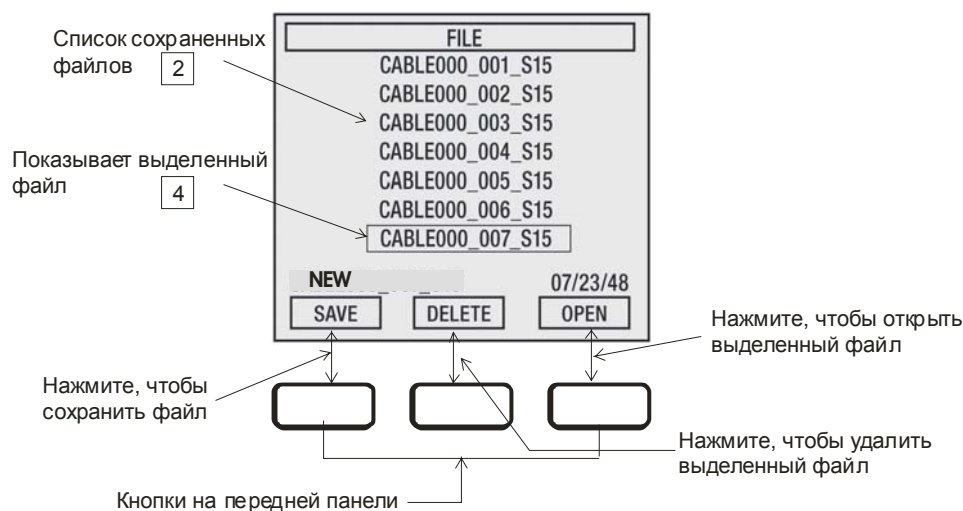

Рис. 6
2. В окне Setup нажмите кнопку File, чтобы перейти в окно File (см. Рис.6)